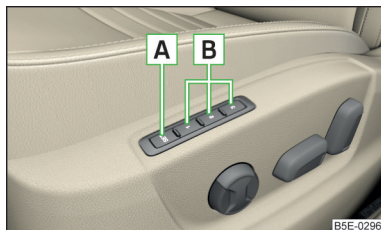

Fig. 74
Fiecăreia din cele trei taste de memorare » fig. 74 îi poate fi alocată câte o poziție de reglare.
- Apăsăți tasta **SET** (poziția » fig. 74).
- Apăsăți tasta de memorare dorită » fig. 74.
- Apăsăți și mențineți apăsată o tastă oarecare de memorare » fig. 74 la pagina 85.
- Apăsați tasta **SET** (poziția **A**) » fig. 74 la pagina 85) și mențineți-o apăsată.